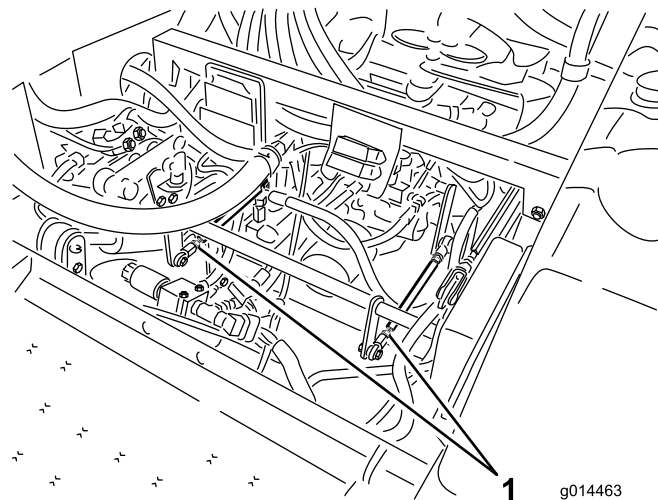

図 38
- 左後タイヤが回転している場合には、左側トランスミッション・コントロールロッドのジャムナットをゆるめる 図 38。